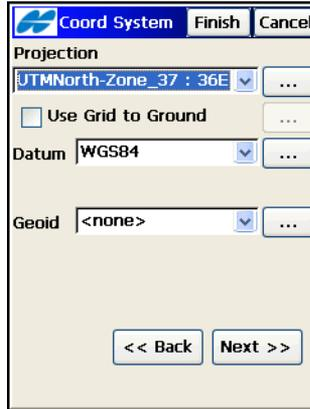
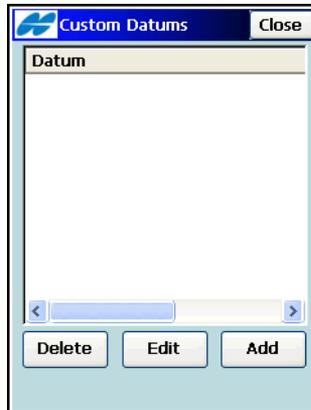

Abbildung 4-83. Koordinatensystem
Abbildung 4-88. Liste der eigenen Bezugssysteme
1. Legen Sie im Fenster *Koord.system* die Parameter des verwendeten Koordinatensystems fest: Abbildung, Datum und/oder Geoid. Tippen Sie dann auf **Weiter** (Abbildung 4-83).
1. Zum Ändern von Abbildungen, Daten oder Geoiden tippen Sie auf die **Listenschaltfläche**  (Abbildung 4-83 auf Seite 4-69) im jeweiligen Feld. Anleitungen finden Sie unten.
Wählen Sie im Fenster *Koord.system* (Abbildung 4-83 auf Seite 4-69) eine Abbildung in der Liste im Feld „Abbildung“. Um eine neue Abbildung einzutragen, tippen Sie auf die **Listenschaltfläche** neben dem Feld *Abbildung*.
1. Tippen Sie auf die **Listenschaltfläche** im Feld *Datum* des Fensters *Koord.system*, um ein Datum hinzuzufügen (Abbildung 4-83 auf Seite 4-69). Das Fenster *Eigene Datums* erscheint (Abbildung 4-88 auf Seite 4-75).
2. Zu Beginn ist das Fenster *Eigene Datums* leer. Tippen Sie auf **Neu** (Abbildung 4-88).